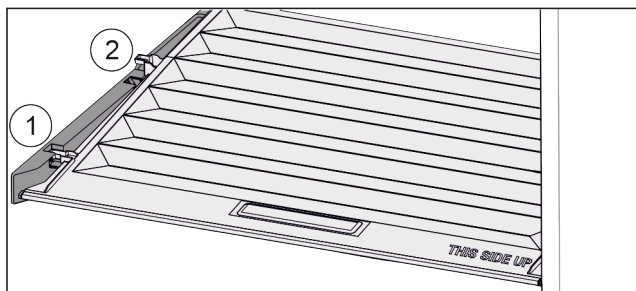

Fig. 34
- ▶ Vytáhněte víko dopředu až k otvoru v přídržných dílech Fig. 34 (1).
- ▶ Vzadu zespuď nadzvedněte a vyjměte směrem nahoru Fig. 34 (2).